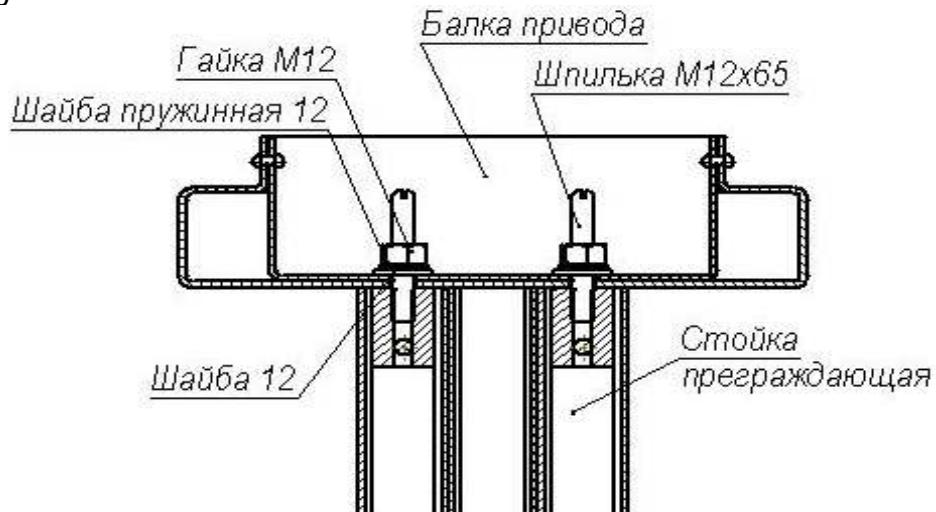

Рисунок 9 – Крепление балки привода (13) к стойке преграждающей (3)
8.2.8 Вверните две шпильки $M12 \times 65$ в верхнюю часть преграждающей стойки (3) (см. рисунок 9).
8.2.13 Поверните балку (13) концом, на котором расположена DIN-рейка (рис. 3), к преграждающей стойке (3), а другим концом — к секциям (6) и (7) формирователя прохода. Используя две стремянки, поднимите балку на высоту преграждающей стойки и обоприте её сверху на преграждающую стойку. Открепите концы кабелей от верхней планки преграждающей стойки (п. 8.2.9), пропустите их в отверстие балки и закрепите с помощью липкой ленты внутри балки. Наденьте балку на две шпильки, расположенные на преграждающей стойке (п. 8.2.8), наденьте на каждую шпильку шайбу 12, затем шайбу пружинную 12 и зафиксируйте положение балки двумя гайками $M12$ (см. рисунок 9), навернув их до середины выступающей части шпилек.